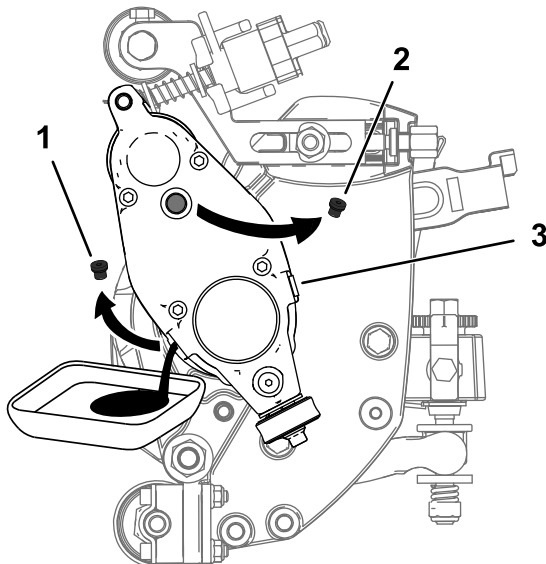

Figura 31
5. Incline a unidade de corte verticalmente até a porta de drenagem estar no fundo para assegurar uma drenagem completa (Figura 31).